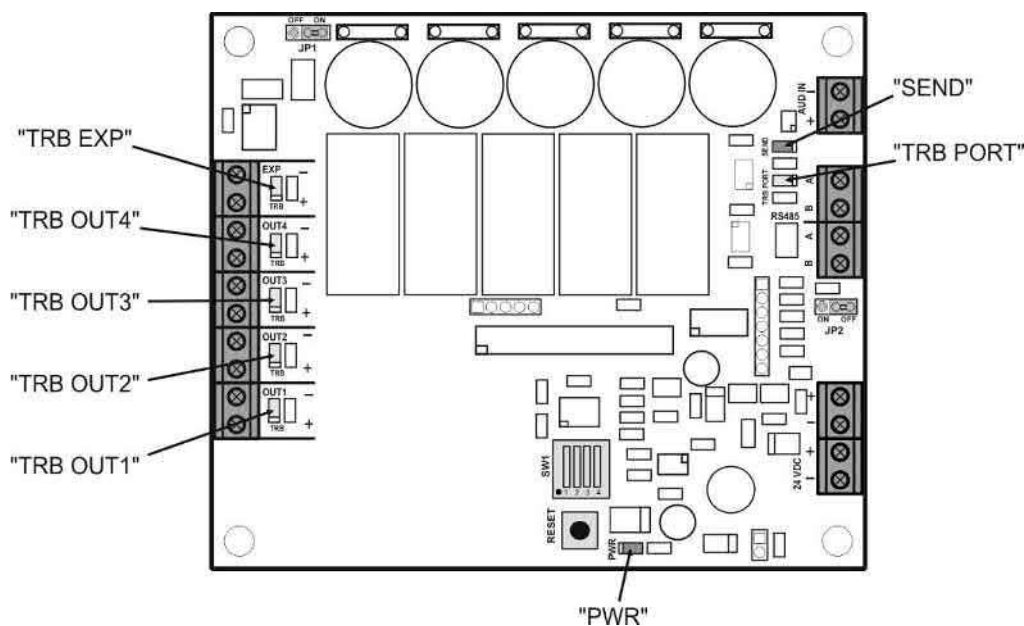

Рис.12
На Рис.12 показано расположение светоиндикаторов на печатной плате разветвителя AL-RU .
- 5) Если горит какой-либо желтый светодиодный индикатор, это значит, что в разветвителе AL-RU или в линиях оповещателей обнаружена неисправность. Проверьте состояние желтых светодиодных индикаторов (см. Рис. 12) для того, чтобы определить, какая именно неисправность произошла.